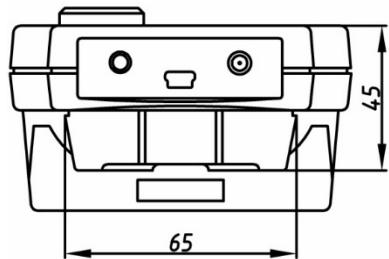

Рисунок 1.5 – Вид снизу электронного блока толщиномера UT-4DL
1.6.1.3 В нижней заглушки корпуса электронного блока находятся: разъем USB Mini B, который предназначен для связи с внешним ПК и питания прибора, разъем DC-jack подключения ВСА, предназначенный для питания и заряда БЭ прибора, разъем audio-jack подключения головных телефонов (рисунок 1.5).